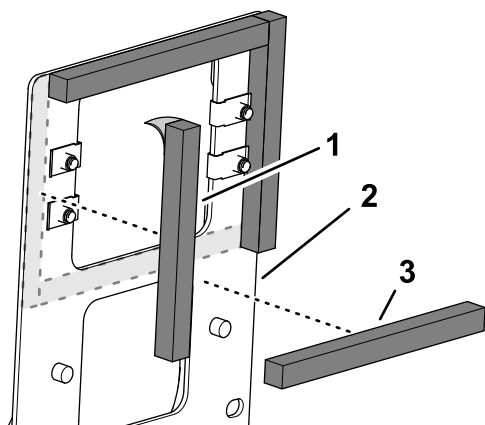

Рисунок 7
6. Снимите клейкую подложку с 4 полос из пеноматериала (Рисунок 7).
7. Приклейте вертикальную и горизонтальную полосы из пеноматериала на другой стороне кронштейна охладителя топлива, как показано на Рисунок 7.